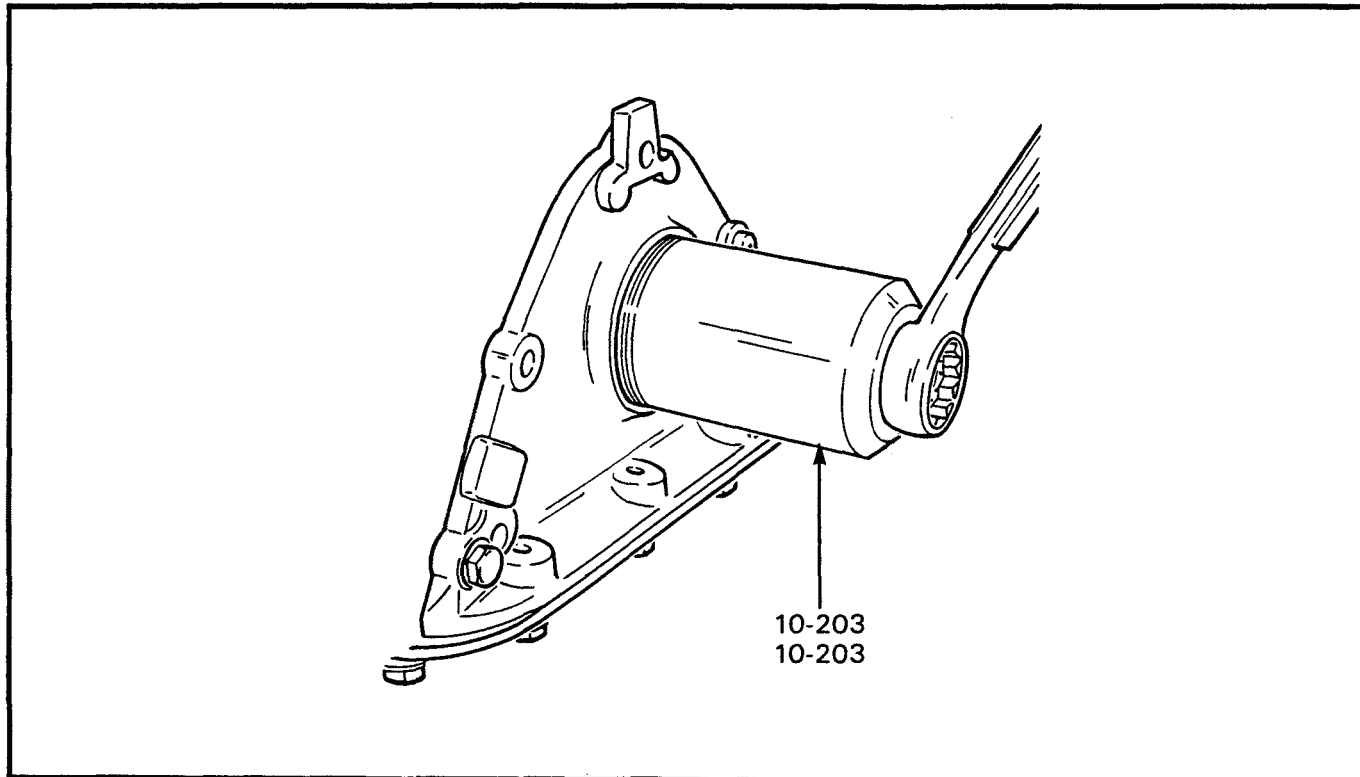

Figure 2-6-29 Installation of Crankshaft Front Oil Seal
- b. Using seal installer 10-203 and the flat washer from the crankshaft sprocket bolt, press the seal into the flange until the outer end of the seal is 2 mm inside the flange, see Figure 2-6-29.
- b. Au moyen de l'outil d'installation 10-203 et de la rondelle plate du boulon du pignon du vilebrequin, enfoncer le joint dans la bride jusqu'à ce que l'extrémité du joint soit à 2 mm à l'intérieur de la bride. Voir figure 2-6-29.